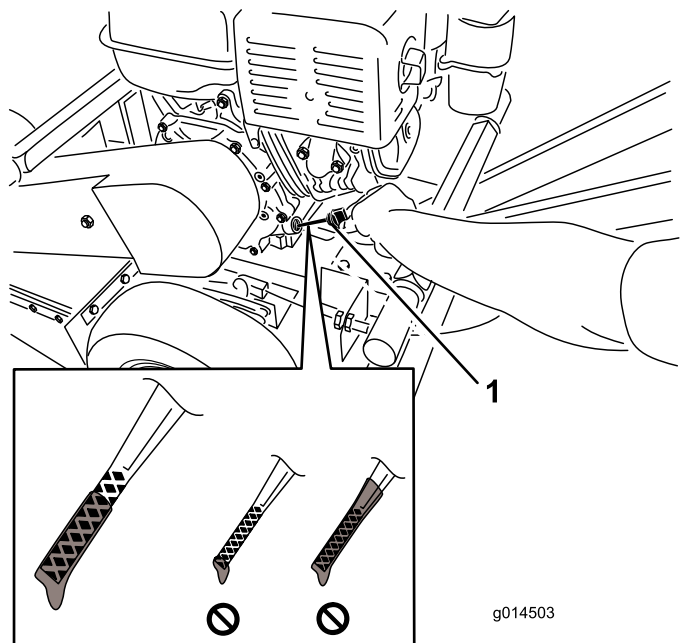

Figure 10
6. Sortez de nouveau la jauge et examinez l'extrémité. Le niveau d'huile doit atteindre le haut de la plage supérieure (Figure 10).